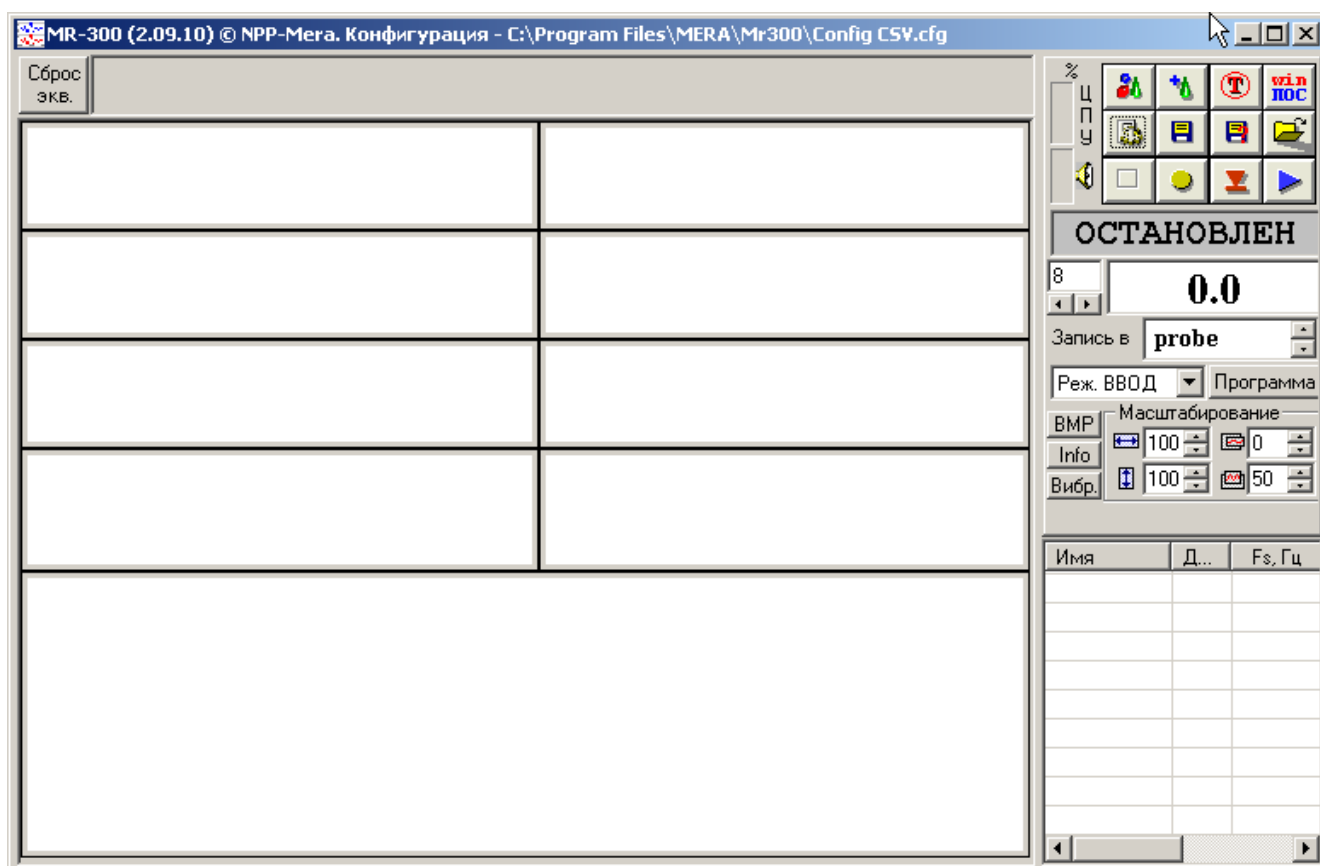
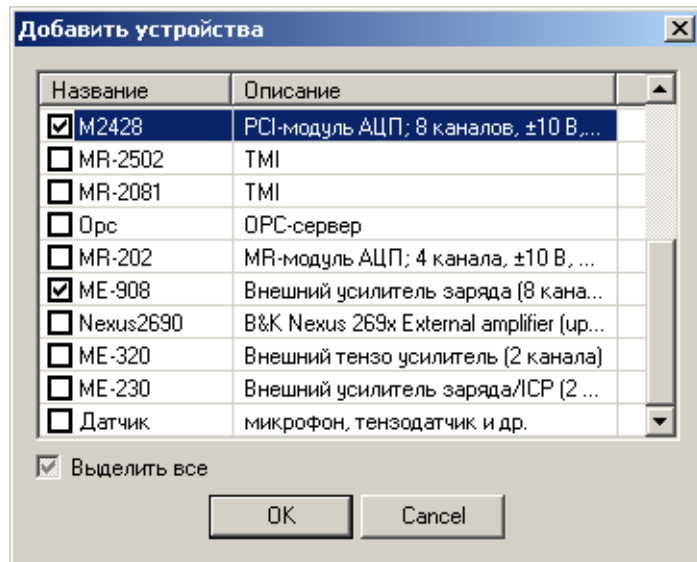
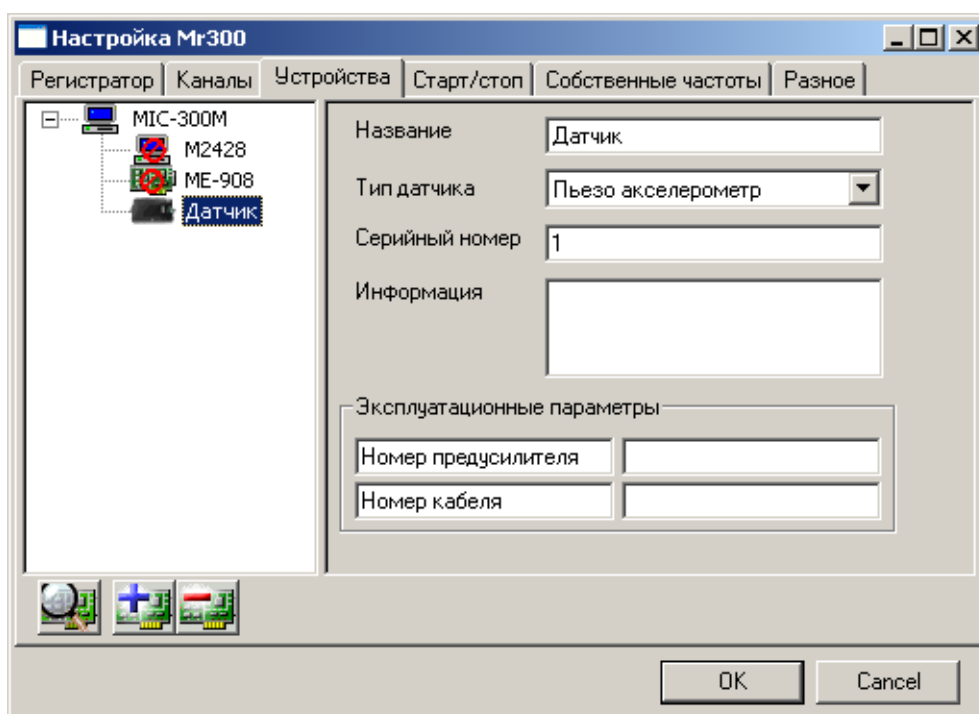
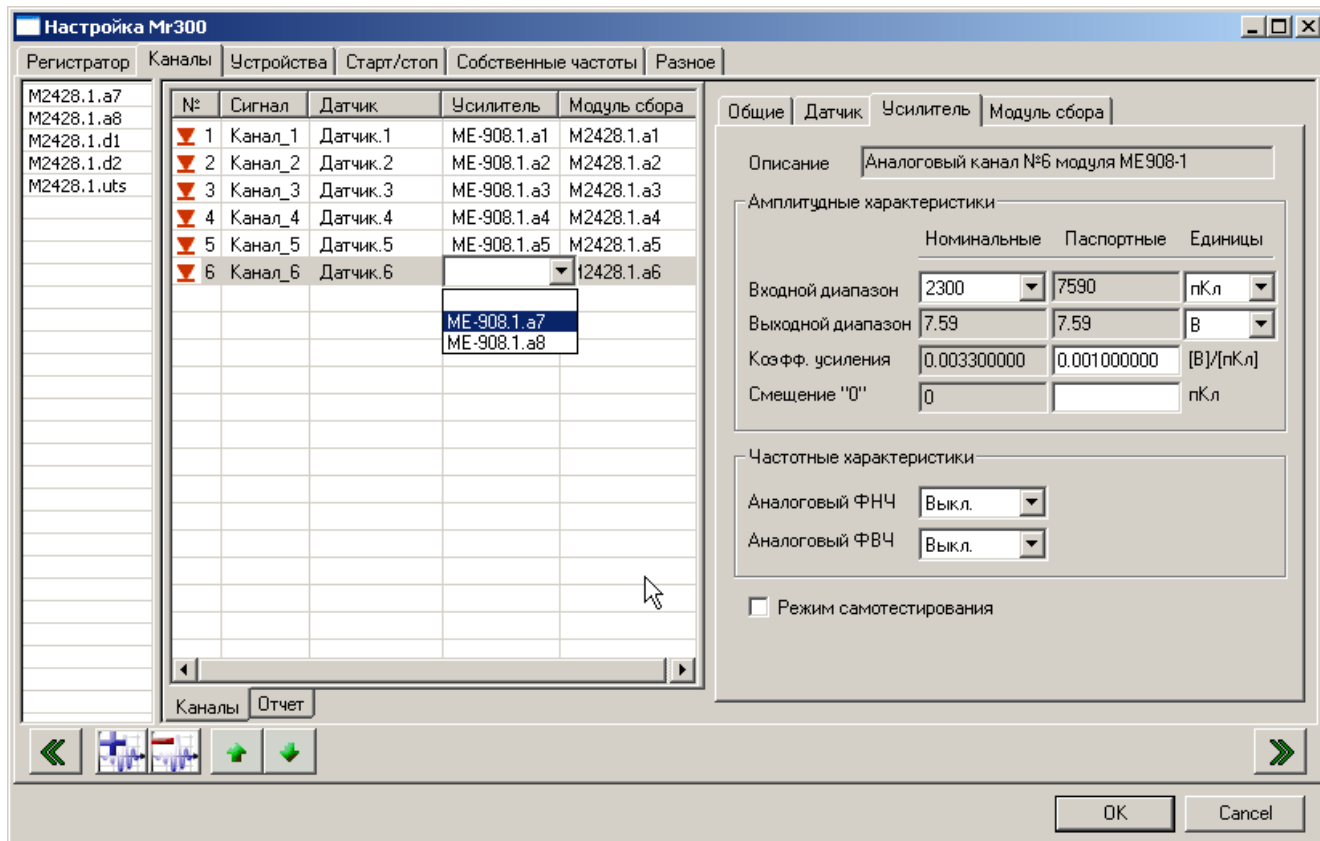

Рисунок 17-Главное окно программы «MR-300»
Рисунок 18-Окно «Добавить устройства»
Рисунок 19-Окно «Настройка MR-300». Вкладка «Устройства»
Рисунок 20-Окно «Настройка MR-300». Вкладка «Каналы»
2.3.5.2 Включить питание модулей, ИВК МІС и после загрузки операционной системы (Microsoft Windows 98/2000/XP) запустить на выполнение программу «MR-300». В результате на экран будет выведено главное окно программы, показанное на рисунке 17. В главном окне программы нажать кнопку  «Настройка регистратора» или нажать клавишу F5 на клавиатуре. На экран будет выведено окно «Настройка MR-300», в котором необходимо открыть вкладку «Устройства», как показано на рисунке 19. Нажать кнопку  (автопоиск устройств). В результате выполнения автопоиска на экран будет выведено окно «Добавить устройства» со списком найденных устройств, в котором необходимо установить метки перед строками с названиями модулей усилителей заряда и управляющих измерительных модулей, подключенных к ним, как показано на рисунке 18 на примере модулей ME-908 и M2428, после чего нажать кнопку «ОК». В результате на вкладке «Устройства» окна «Настройка MR-300» слева в списке устройств будут отображены добавленные устройства, как показано на рисунке 19. Нажать кнопку  и, в открывшемся окне «Добавить устройства», (см. рисунок 18) установить метку перед строкой «Датчик», после чего нажать кнопку «ОК». В результате на вкладке «Устройства» окна «Настройка MR-300» в список устройств будет добавлена строка «Датчик». Выбрать в списке устройств строку «Датчик» (см. рисунок 19), затем на панели свойств, расположенной справа, в поле «Тип датчика» выбрать «Пьезо акселерометр» и при необходимости изменить в соответствующих полях название датчика, серийный номер (допускается вводить только цифры). Добавить необходимое (по числу каналов) количество датчиков, повторив действия, описанные выше. Выбрать вкладку «Каналы», затем в списке доступных каналов в левой части окна (см. рисунок 20) выбрать канал (аналогового ввода) измерительного модуля. Примечание: для отображения списка доступных каналов может потребоваться нажать кнопку  в левом нижнем углу окна. Нажать кнопку , в результате в таблицу «Каналы» будет добавлена новая строка с выбранным каналом измерительного модуля в ячейке «Модуль сбора». Выполнить двойной щелчок в ячейке «Усилитель» (см. рисунок 20) канала и выбрать из выпадающего списка соответствующий канал модуля усилителя заряда (соответствие каналов измерительного модуля и модуля усилителя заряда определяется схемой соединительного кабеля). Выполнить двойной щелчок в ячейке «Датчик»
(см. рисунок 20) канала и выбрать соответствующий датчик из выпадающего списка. Повторить действия, описанные выше, для всех каналов в таблице. На панели свойств каналов в правой части окна, автоматически будут добавлены вкладки «Модуль сбора», «Усилитель», «Датчик» (см. рисунок 20). Примечание: для отображения панели свойств каналов может потребоваться нажать кнопку  в правом нижнем углу окна. На вкладке «Общие» панели свойств каналов (см. рисунок 20) выводятся наиболее важные параметры, требуемые для оперативной настройки канала, выбранного в таблице, а на вкладках «Датчик», «Усилитель» и «Модуль сбора» - все доступные пользователю параметры настройки соответствующих каналов модулей и датчиков. Настройка каналов модулей сводится к выбору или вводу требуемых значений в соответствующих полях. После завершения настройки необходимо нажать кнопку «ОК» в нижней части окна «Настройка MR-300».
2.3.5.3 Для каждого канала необходимо на вкладке «Усилитель» панели свойств (см. рисунок 20) из выпадающего списка поля «Входной диапазон» «Номинальные» выбрать значение входного диапазона, которое было установлено переключателями при настройке модуля (см. п.2.3.4.1), при этом в поле «Паспортные» будет автоматически выведено соответствующее калибровочное значение из файла с текущими калибровками, а в поле «Выходной диапазон» - расчетное амплитудное значение выходного сигнала.
2.3.6.3 В главном окне программы (см. рисунок 17) нажать кнопку  - «Тестирование средств измерения». На экран будет выведено окно «Диалог самотестирования», показанное на
2.3.6.4 В главном окне программы (см. рисунок 17) нажать кнопку «Настройка регистратора» или нажать клавишу F5 на клавиатуре. На экран будет выведено окно «Настройка MR-300», в котором необходимо открыть вкладку «Каналы» (см. рисунок 20). Выделить в таблице любой канал, после чего на панели свойств открыть вкладку «Усилитель» и установить метку перед строкой «Режим самотестирования». Индикатор «ТЕСТ» соответствующего модуля должен включиться. Нажать кнопку «ОК» для закрытия окна. В главном окне нажать кнопку «Просмотр» или клавишу F6 для активизации режима просмотра. На осциллограммах должны быть сигналы, повторяющие форму сигнала «ATEST», при этом амплитуда входных зарядов должна соответствовать следующему выражению: $Q(\text{пКл})=100(\text{пКл/В}) \times U_{\text{сиг}}(\text{В})$, где $U_{\text{сиг}}$ -амплитуда напряжения сигнала «ATEST». По завершению проверки режим самотестирования следует выключить, сняв метку перед строкой «Режим самотестирования», при этом индикатор «Тест» модуля должен выключиться.
2.3.6.5 В главном окне программы (см. рисунок 17) нажать кнопку  - «Просмотр» или клавишу F6 для активизации режима просмотра. Произвести легкое постукивание по корпусам датчиков. Наличие сигналов на осциллограммах во время постукивания свидетельствует о работоспособности датчиков и соответствующих каналов модулей усилителей заряда и измерительного модуля.